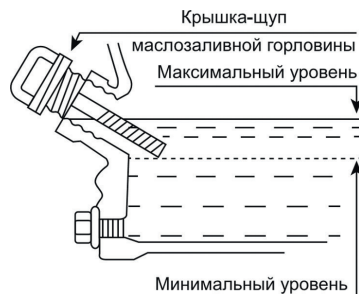

рис. 6.
- Аккуратно вытащите щуп и осмотрите его. Уровень масла должен соответствовать верхней отметке на щупе. При недостаточном уровне масла в картере необходимо долить чистое масло до верхней отметки на щупе, что соответствует нижней кромке заливного отверстия (Рис. 6).
ПРИМЕЧАНИЕ! Максимальный уровень масла в картере соответствует нижней кромке маслозаливной горловины (Рис. 6)